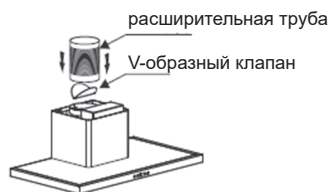

Рис. 3
4. Закрепите V-образную заслонку на выпускном отверстии. Затем установите расширительную трубу на выпускное отверстие и закрепите ее кабельной стяжкой. См. рис. 3. Наденьте вытяжку на крючок. См. рис. 4.